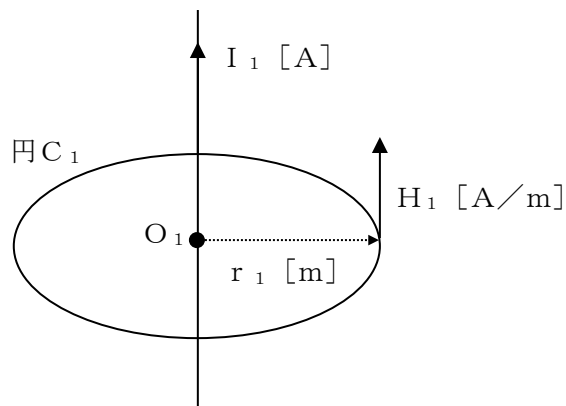

図3-1
- (1) 図3-1に示すように、無限長直線状導線に電流 $I_1 = 31.4$ [A] が流れている。導線上の一点 O_1 を中心とする半径 $r_1 = 10$ [m] の円 C_1 を考えるとき、円 C_1 上における磁界 H_1 [A/m] の値を求めよ。ただし、 $\pi = 3.14$ として扱うこと。